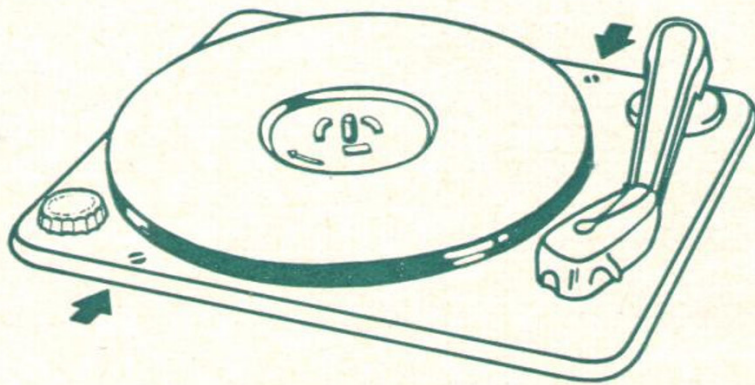

Abb. 2
2.1 Arretierung des Chassis auf der Grundplatte durch Linksdrehen der beiden vernickelten Schrauben am Chassisrande lösen, bis Wechsler frei federnd über Grundplatte schwebt (Abb. 2).